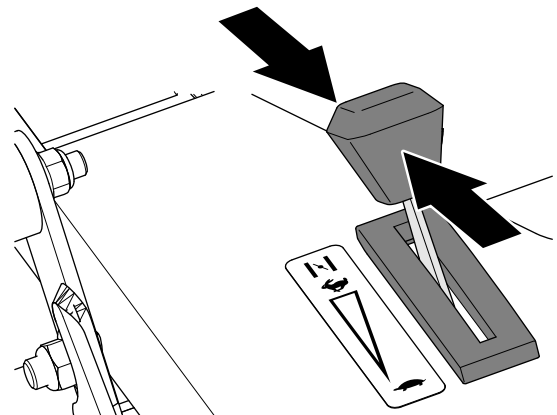

Figure 13
- Si le moteur est chaud, amenez la commande d'accélérateur à la position HAUT RÉGIME (Figure 13).